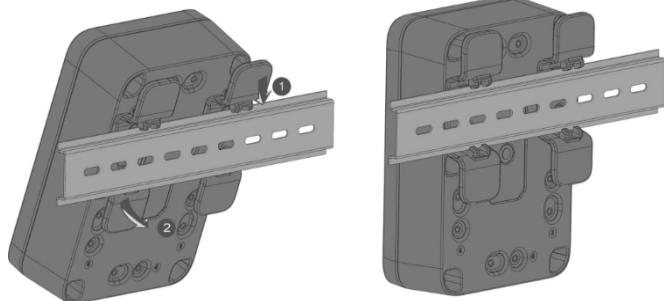

Abbildung 29: Befestigung des Gehäuses auf der DIN-Schiene
3. Klemmen Sie zum Schluss die Schnalle des DIN-Halterungssatzes an einem Ende an der Kante der DIN-Schiene fest, drehen Sie sie dann und drücken Sie das Gehäuse, um das andere Ende festzuklemmen, wie in **Abbildung 29** dargestellt.